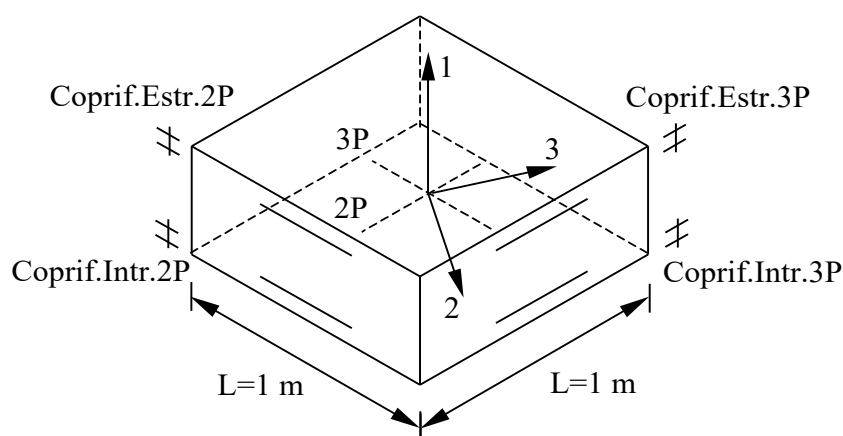

figura.1
- **Copriferri:** i dati contenuti permettono di specificare i copriferri (distanza dal bordo esterno della piastra del baricentro delle barre d'armatura) per l'estradosso e l'intradosso, in direzione 2P e 3P. L'estradosso e l'intradosso sono riferiti al verso dell'asse locale 1 dello shell, come indicato in figura 1, (per il riferimento locale 1,2,3 si veda Comando Shell > Configurazione):